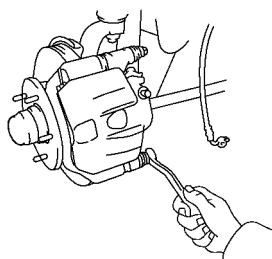

图 15-73 拆下制动分泵
(2) 拆下制动分泵。拆下两个安装螺栓和制动分泵，如图 15-73 所示。
(3) 拆下下列零件。